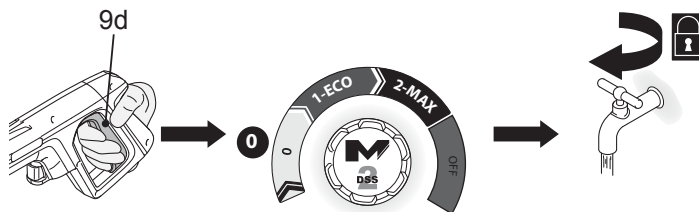

Fig. 22
1. Eliberați declanșatorul (9d) (Fig. 22).